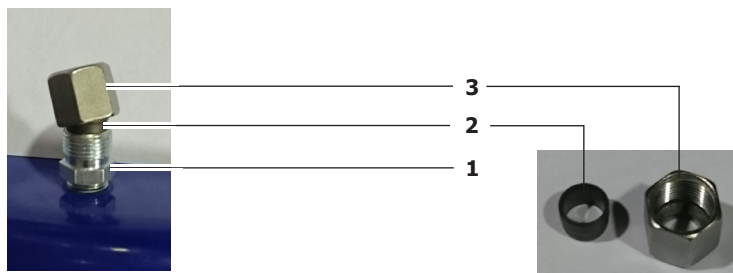

Рис. 6 Обжимной фитинг (в разборе)
1. Открутить нажимную гайку (3) и вытащить обжимной кольцо (2) (рис. 6).